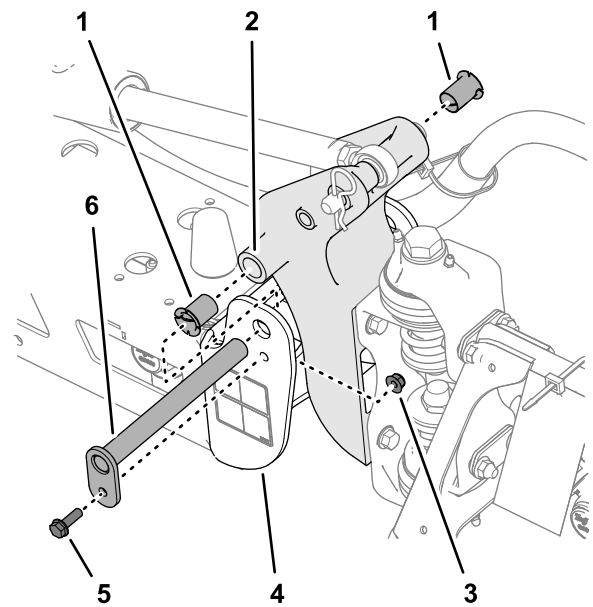

图 111
- 从枢轴支架的前后侧拆下尼龙轴套并进行检查图 111。
- 用少量机油润滑尼龙轴套然后将轴套装入枢轴支架内图 111。
- 将枢轴支架内的孔与端部槽内的孔对齐图 111。
- 卸下固定枢轴销的螺栓和螺母然后取下枢轴销图 111。